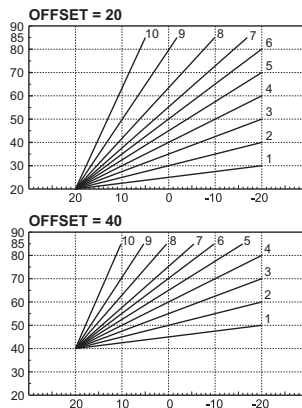

fig. 25- Exemplu de deplasare paralelă a curbelor de compensare
**Offset:** Intrând în acest submeniu, puteți accesa deplasarea paralelă a curbelor cu ajutorul tastelor  și  **apă caldă menajeră**. Consultați fig. 25 pentru caracteristici.